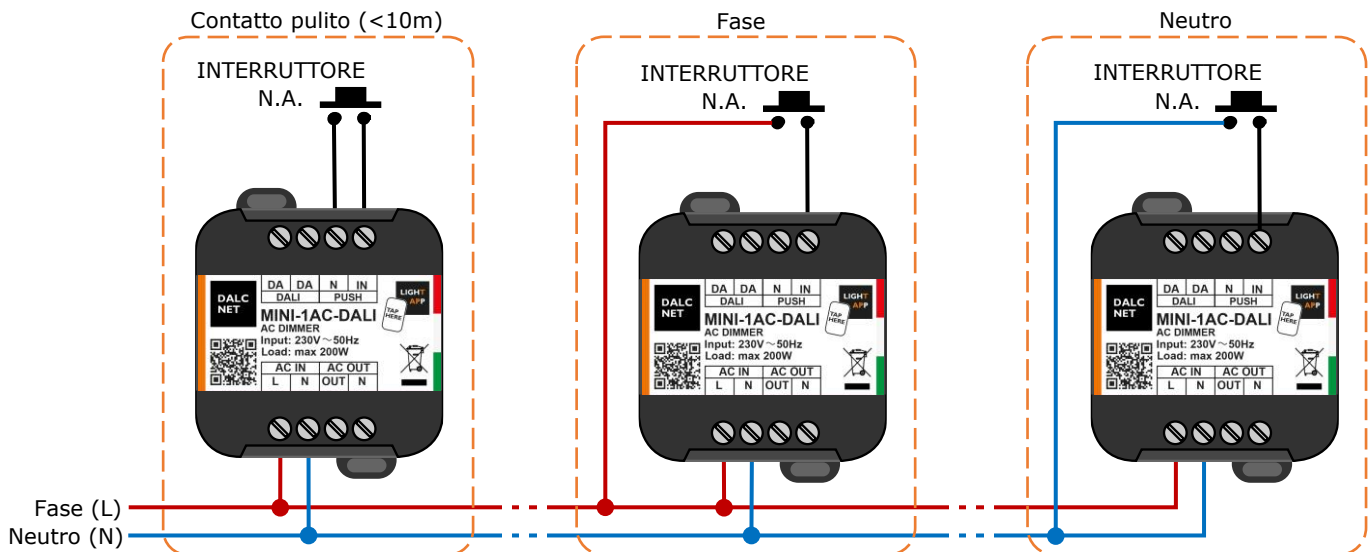

Figura 3: Schema di cablaggio del Comando Locale
- Cablaggio del comando locale:** collegare il pulsante N.A. ai terminali "IN" e "N" dell'ingresso "PUSH" rispettando uno dei cablaggi mostrati nello schema di collegamento in Figura 3.
- Cablaggio dell'alimentazione:** collegare l'alimentazione di rete 230 Vac @ 50 Hz ai terminali "AC IN" rispettando la convenzione Fase-Live (L) e Neutro-Neutral (N) ai morsetti "L" e "N" rispettivamente.
La Figura 3 mostra tre diverse possibilità di cablaggio del comando locale: interruttore N.A. collegato come contatto pulito (per distanze inferiori a 10m), collegato alla Fase (L) oppure al Neutro (N).